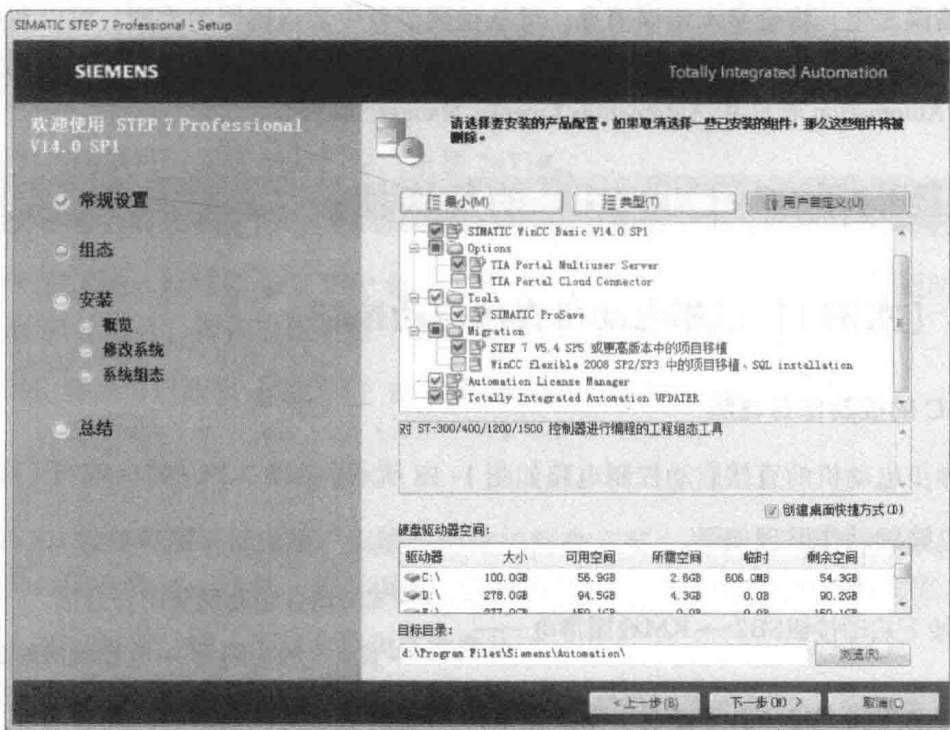

图 1-16 选择需要安装的产品配置
(4) 在如图 1-16 所示中选择需要安装的产品配置，并接受所有许可证的条款，如图 1-17 所示。